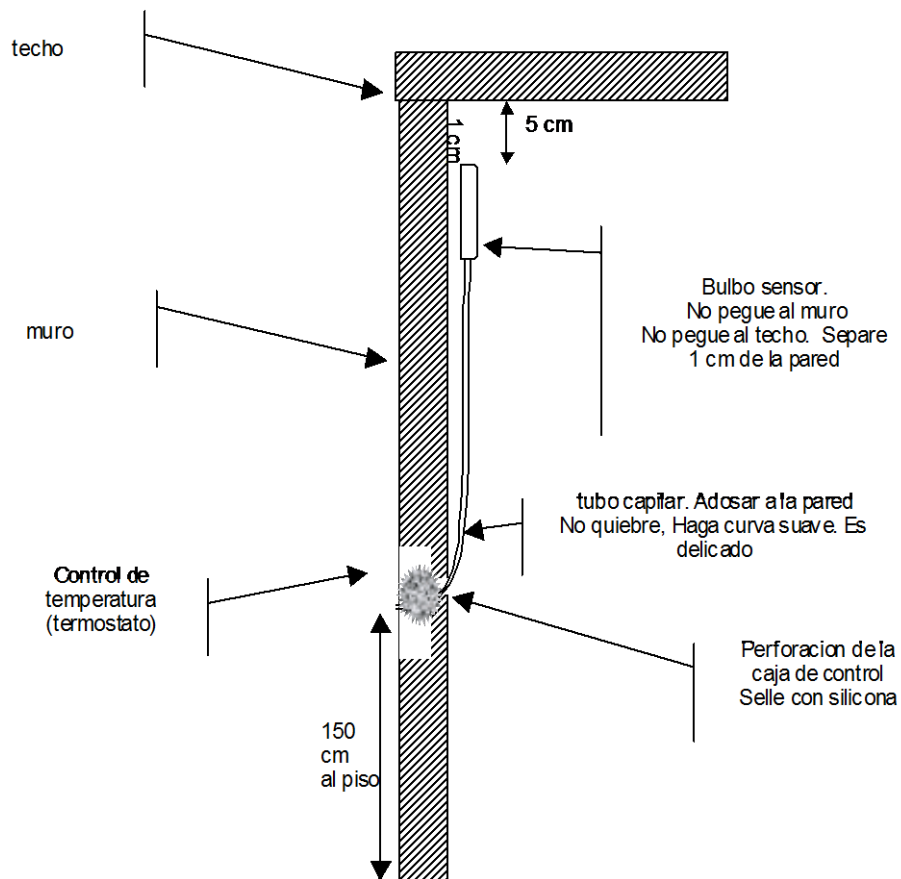

Figura 2. Bulbo sensor del control de temperatura
9. Instale el bulbo sensor de temperatura dentro del cuarto del turco utilizando silicona para fijarlo a la pared a una altura de 2 metros y separado 5 cm. del techo y retirado de la pared. Figura 2. Bulbo sensor del control de temperatura